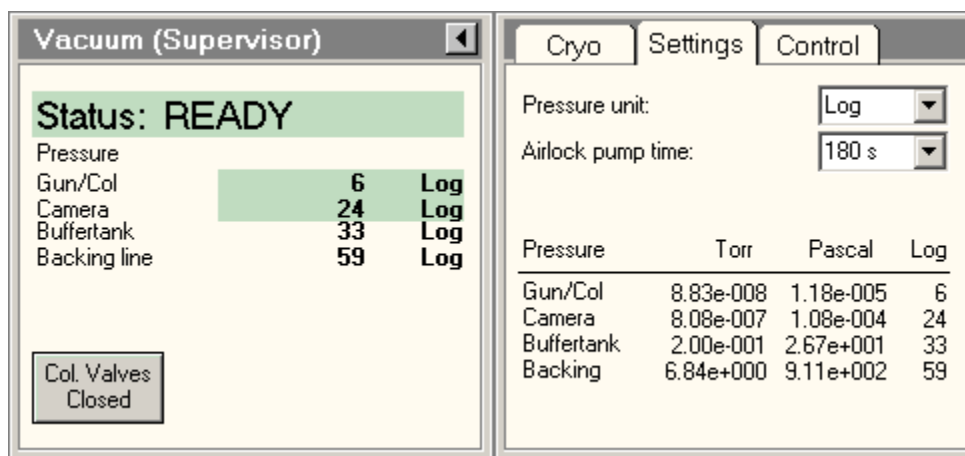

图 10
- 7) 点击图 10 中 Vacuum 面板上的 Col. Valves Closed 按钮，使其变灰，此时镜筒真空阀门 V7、V4 阀门会打开。（注：此项操作目的是使电子束能够通过镜筒，进行各项电镜操作前均应进行此操作。但须注意，电镜停止工作或取、放样品时均应关闭镜筒真空阀门，以保护电子枪室的真空）。